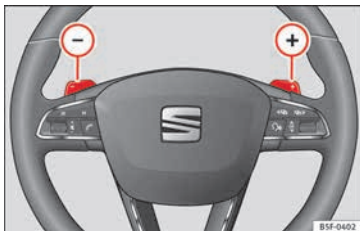

Abb. 172 Lenkrad mit Schaltwippen für Automatikgetriebe.
- Rechte Schaltwippe (+) zum Lenkrad ziehen, um hochzuschalten » Abb. 172.
- Linke Schaltwippe (-) zum Lenkrad ziehen, um herunterzuschalten » Abb. 172.
Werden im Normal- oder Sport-Programm die Wippen betätigt » Abb. 172, wird vorübergehend in den Modus „Tiptronic“ geschaltet. Wenn Sie den Modus „Tiptronic“ wieder verlassen möchten, die rechte Wippe (+) ungefähr eine Sekunde lang in Richtung Lenkrad drücken. Der Modus „Tiptronic“ wird auch dann wieder verlassen, wenn über einen bestimmten Zeitraum keine der Schaltwippen betätigt wird.“